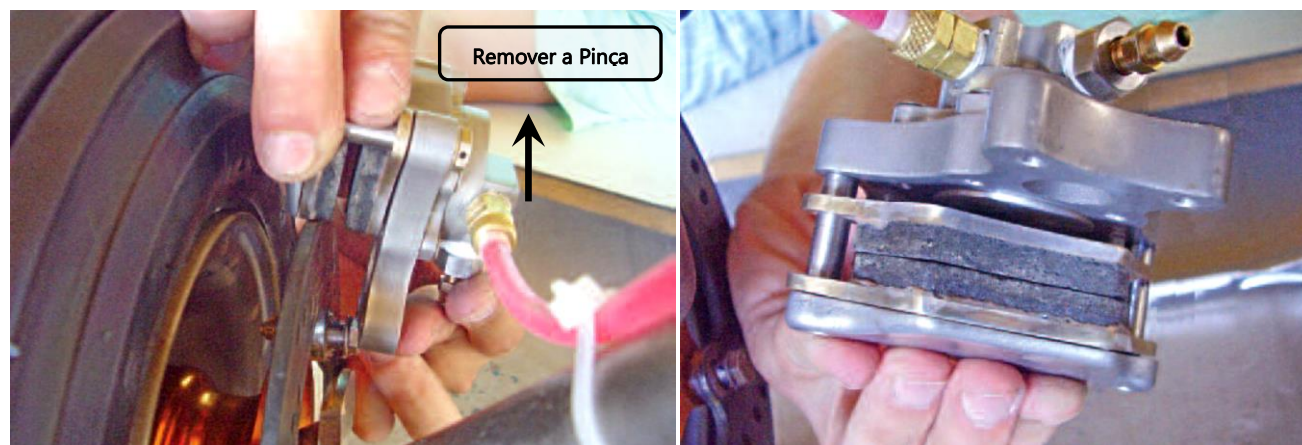

Figura 32.40.81 – Remoção da pinça de freio.
6. Remover, manualmente a pinça de freio, conforme mostra a figura 32.40.81.